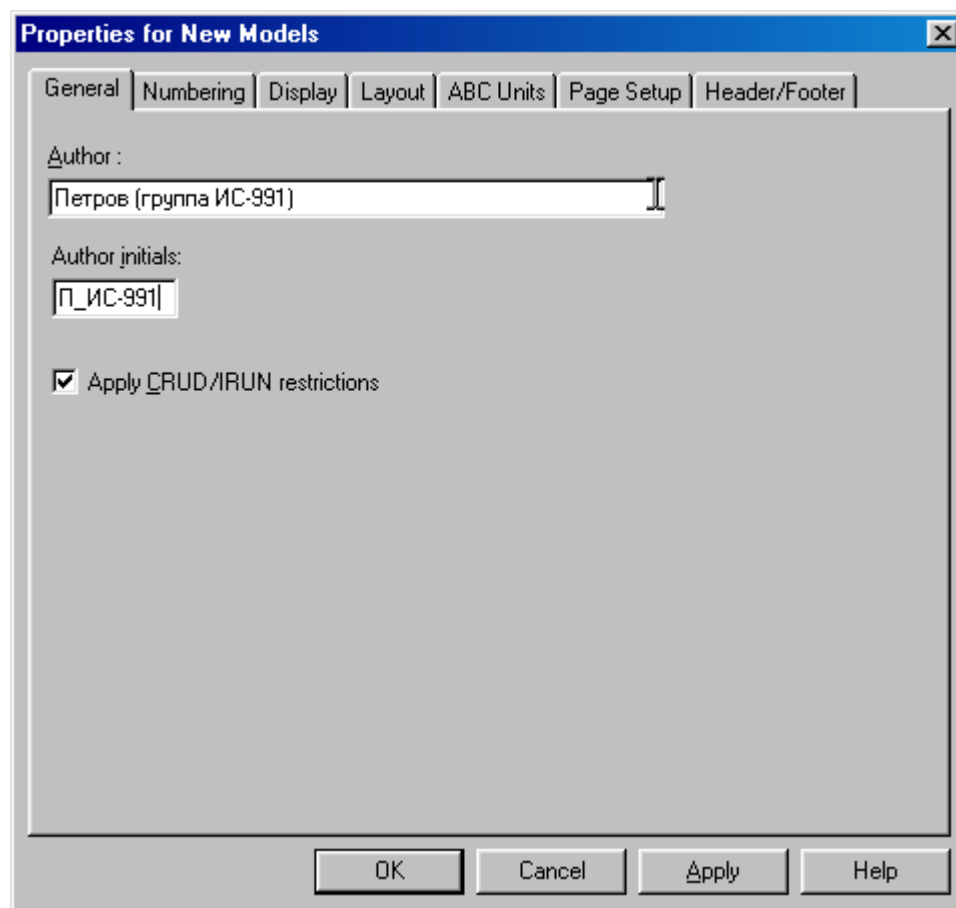

Рисунок 1.2 - Ввод имени автора модели и его инициалов
- 4 Откроется диалоговое окно **Properties for New Models** (Свойства новой модели) (рисунок 1.2).